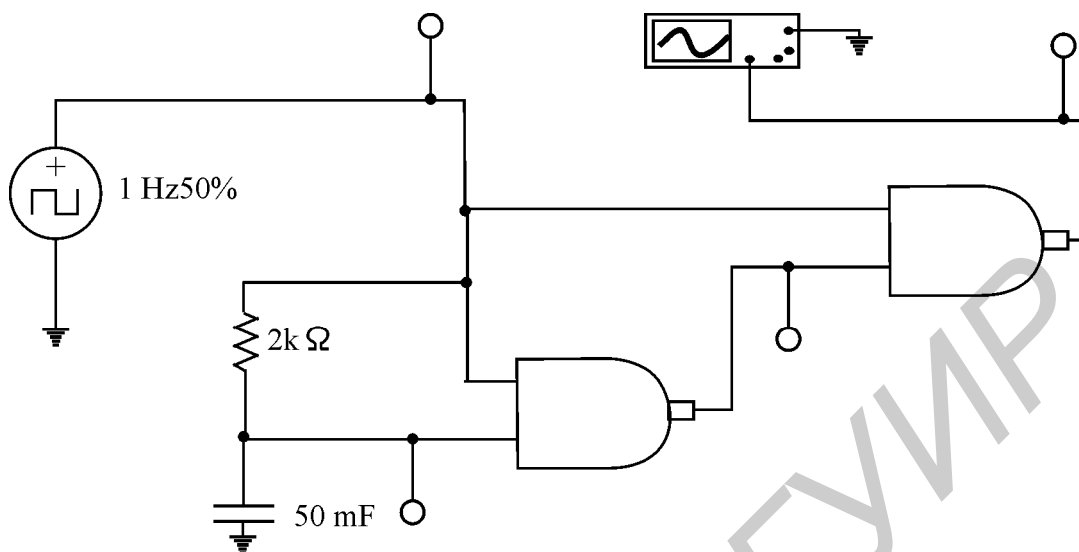

Рис.3.14. Формирователь импульсов
- 2.1. Соберите схему, как показано на рис.3.14.